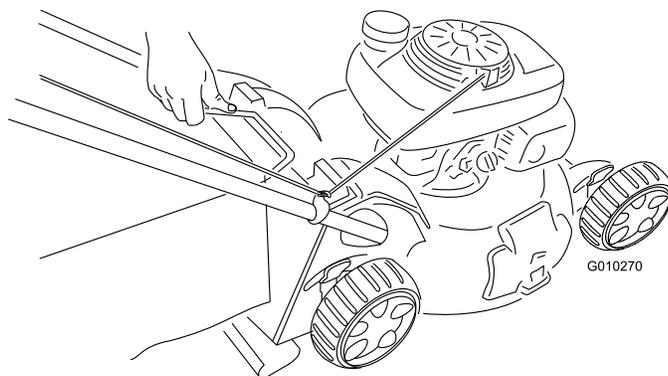

Bild 29
2. Heben Sie den Fangkorbgriff aus den Kerben oben am Rasenmäher und nehmen Sie den Fangkorb vom Rasenmäher ab (Bild 29).